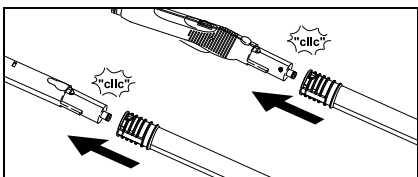

Bild 7
- Använd förlängningsrören (G1) vid behov. Montera härvid ett eller båda förlängningsrör/en på ångpistolen (C1) (se bild 7). Skjut önskat tillbehör (D1, E1, F1, H1) på förlängningsrörets fria ände.